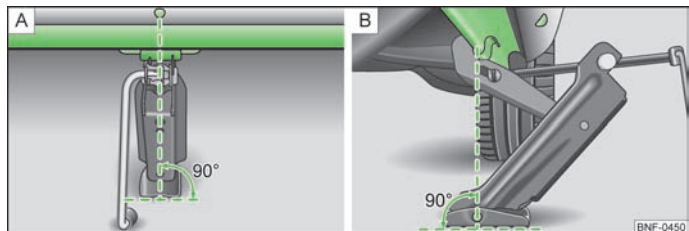

Fig. 111 Application du cric
- Appliquez le cric de façon à ce que la griffe entoure la nervure » fig. 111 - [B] en dessous de l'estampille de la surface latérale sur le bas de caisse.
- Assurez-vous que l'embase du cric repose sur toute sa surface sur un sol plat et s'applique perpendiculairement » fig. 111 à l'emplacement où la griffe entoure la nervure.